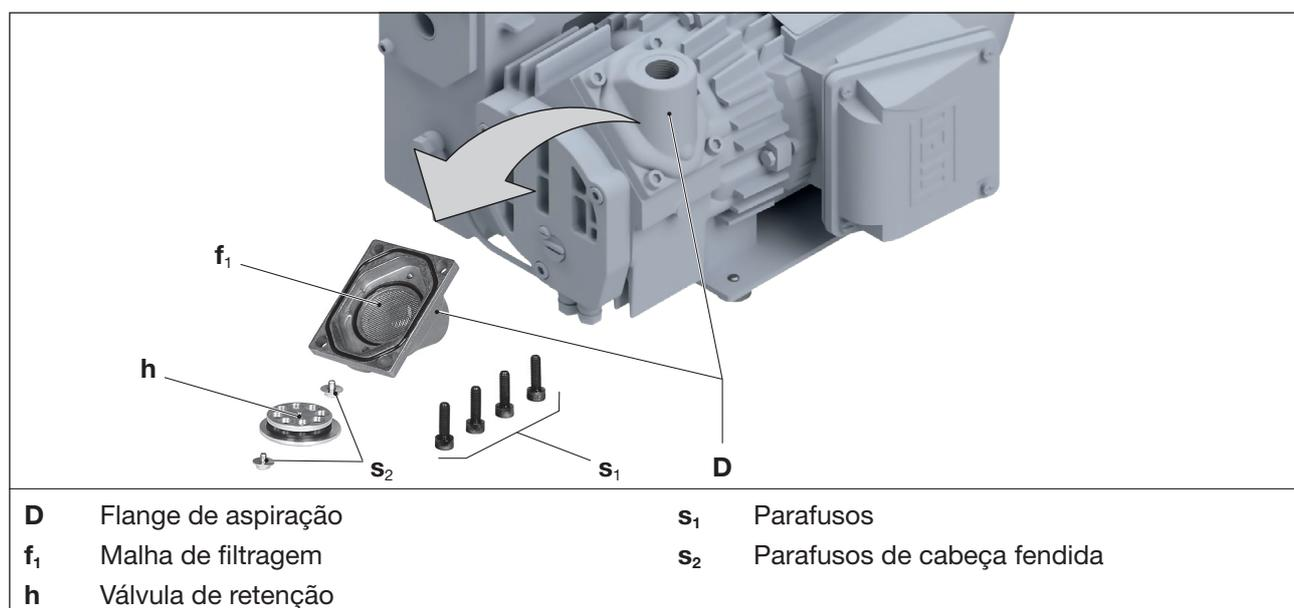

Fig. 6 Limpar a malha de filtragem
A malha de filtragem (Fig. 6/f₁) deve ser limpa através de lavagem ou sopro, com maior ou menos frequência, dependendo do nível de sujidade do agente aspirado ou substituída.
- b) Soltar os quatro parafusos (Fig. 6/s₁) no flange de aspiração (Fig. 6/D) e retirar o flange de aspiração.
- c) Soltar os dois parafusos de cabeça fendida (Fig. 6/s₂) na válvula de retenção (Fig. 6/h) e retirar a válvula de retenção do flange de aspiração.
- d) Retirar a malha de filtragem (Fig. 6/f₁) do flange de aspiração e limpá-la.
- f) Colocar a malha de filtragem (Fig. 6/f₁) no flange de aspiração (Fig. 6/D). Colocar em seguida a válvula de retenção (Fig. 6/h) e fixar com os dois parafusos de cabeça fendida (Fig. 6/s₂).
- g) Montar o flange de aspiração (Fig. 6/D) com os quatro parafusos (Fig. 6/s₁) na bomba.